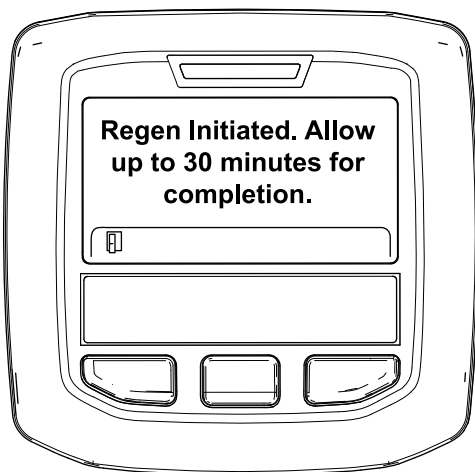

Figura 44
- Se a regeneração for permitida, surge a mensagem "Regen Initiated. Allow up to 30 minutes for completion" (Regen. iniciada. Aguarde 30 minutos até ser concluída) no InfoCenter; aguarde até que a máquina conclua o processo de regeneração em estacionamento (**Figura 44**).